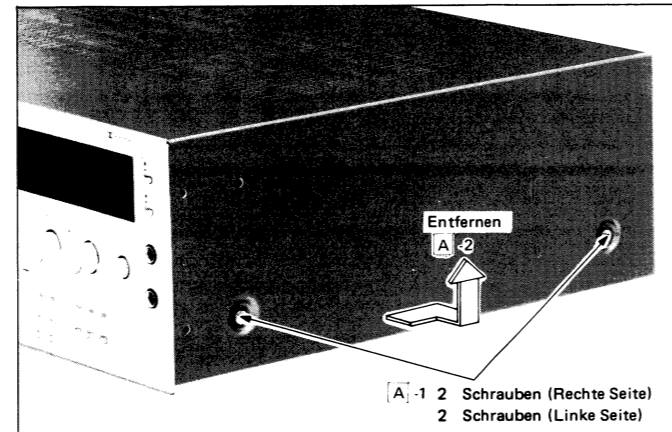

Abbildung 5-1
1. Die vier Schrauben, die das Gehäuse befestigt halten, (jeweils zwei Schrauben auf der rechten und linken Seite) entfernen. (Siehe Abb. 5-1)
2. Den Geräteboden festhalten, das Gehäuseoberteil anheben und entfernen. (Siehe Abb. 5-1)